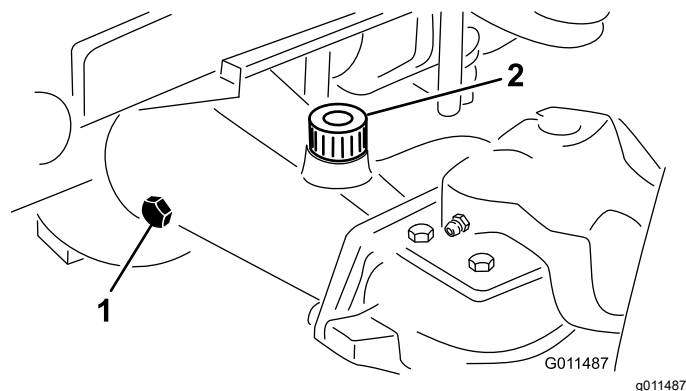

Figura 105
2. Rimuovete un tappo di controllo da un'estremità dell'assale e assicuratevi che il lubrificante raggiunga la parte inferiore del foro (Figura 105).